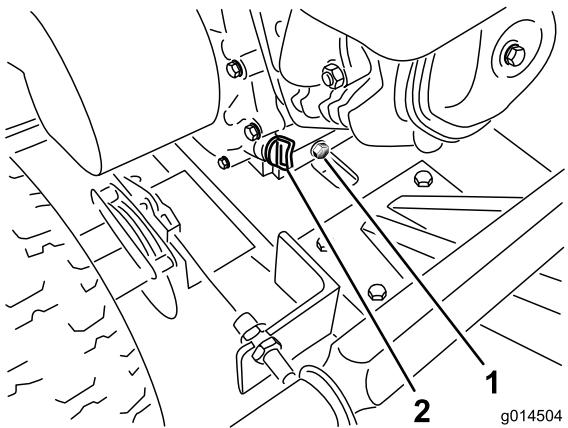

Figure 16
- Retirez le bouchon de vidange et vidangez l'huile par la fente dans le cadre (Figure 16).
7. Enlevez le bouchon de remplissage et versez lentement environ 80 % de la quantité d'huile spécifiée dans le moteur (Figure 16).